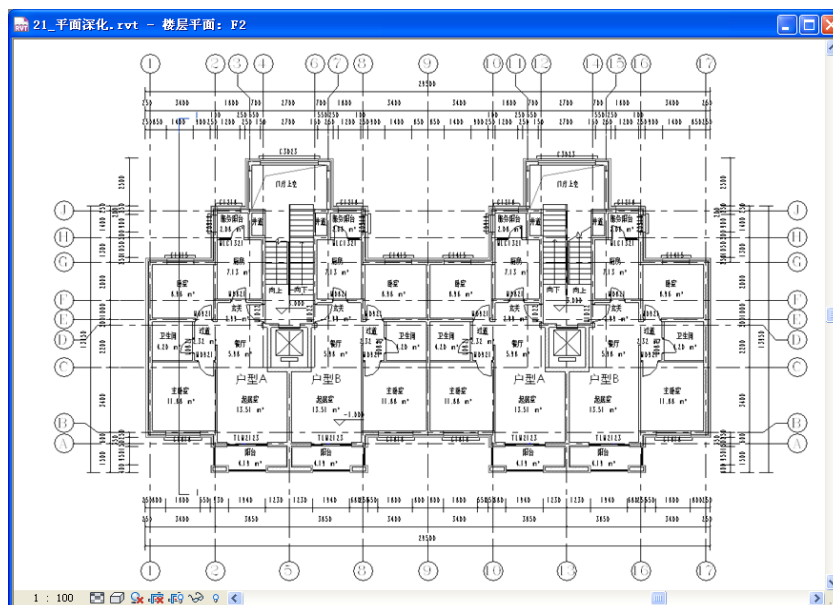

图 6-37
10) 执行 F1 视图中类似操作，添加尺寸标注和户型名称并添加高程（如图 6-37 所示）。